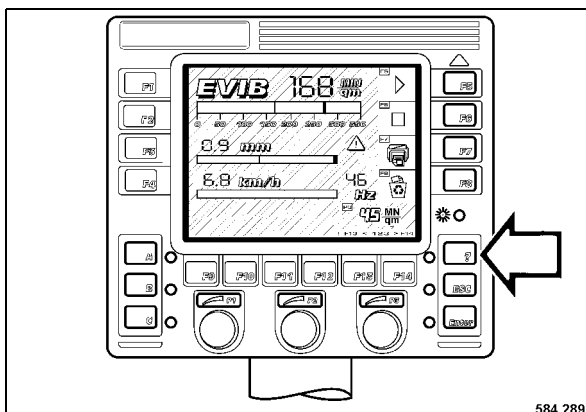

Fig. 199
- Press key "?" (menu) (Fig. 199).